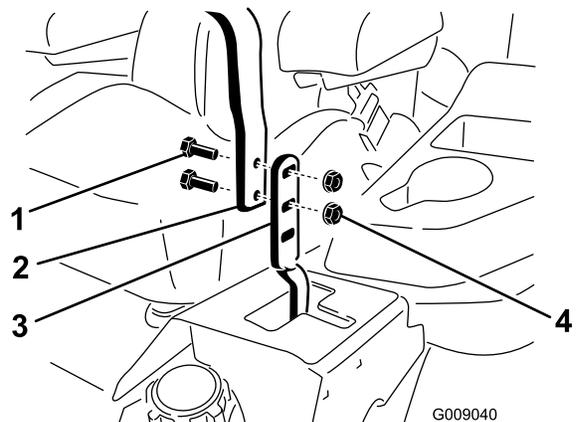

Bild 57
3. Lösen Sie die Schrauben und die Bundmuttern, die in den Hebeln installiert sind (**Bild 57**).